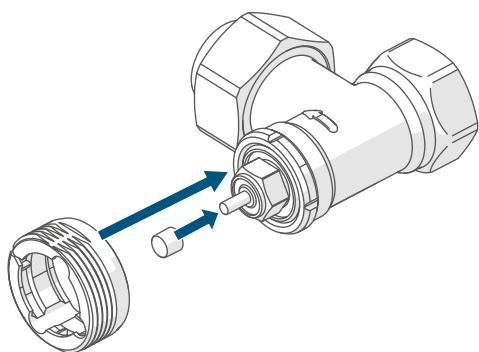

Abbildung 12
- Öffnen Sie das Batteriefach (C), indem Sie den Batteriefachdeckel (C) nach unten schieben (*→siehe Abbildung*).
- Legen Sie zwei neue 1,5 V LR6/Mignon/AA Batterien polungsrichtig gemäß Markierung in die Batteriefächer ein (s. Abbildung 12).